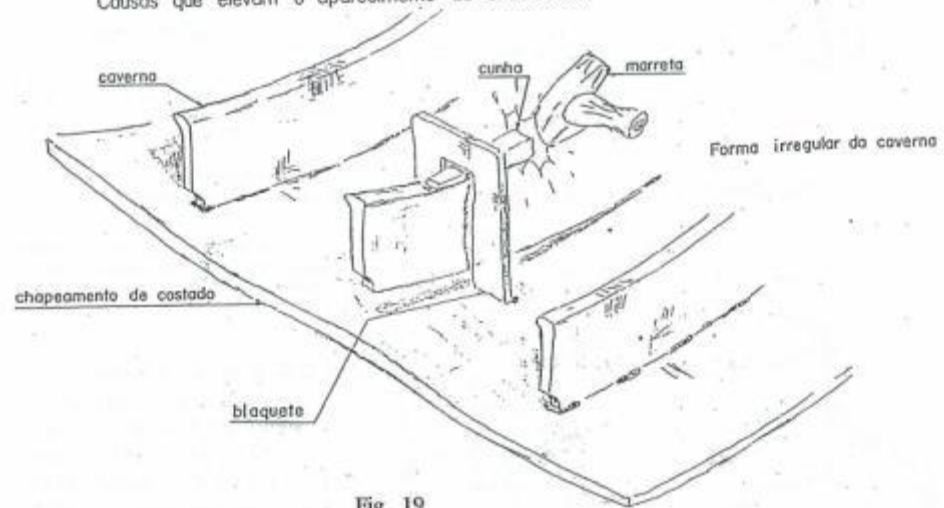

Fig. 19
- g) Imperfeição nas formas de chapas e perfilados — Fig.19